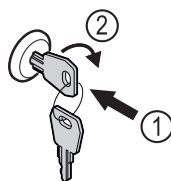

Fig. 176
- ▶ Vajutage võti sisse. Fig. 176 (1)
- ▶ Keerake võtit 90° päripäeva. Fig. 176 (2)